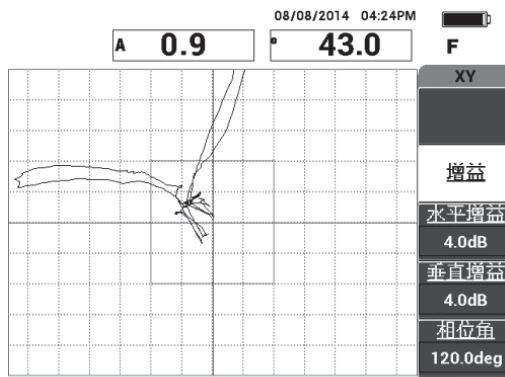

图 6-7 在脱粘区域的扫查
3. 在远端和近端脱粘的区域上扫查，然后在继续使用探头扫查脱粘缺陷的过程中，按**冻结键**（）（参见第 118 页的图 6-7）。